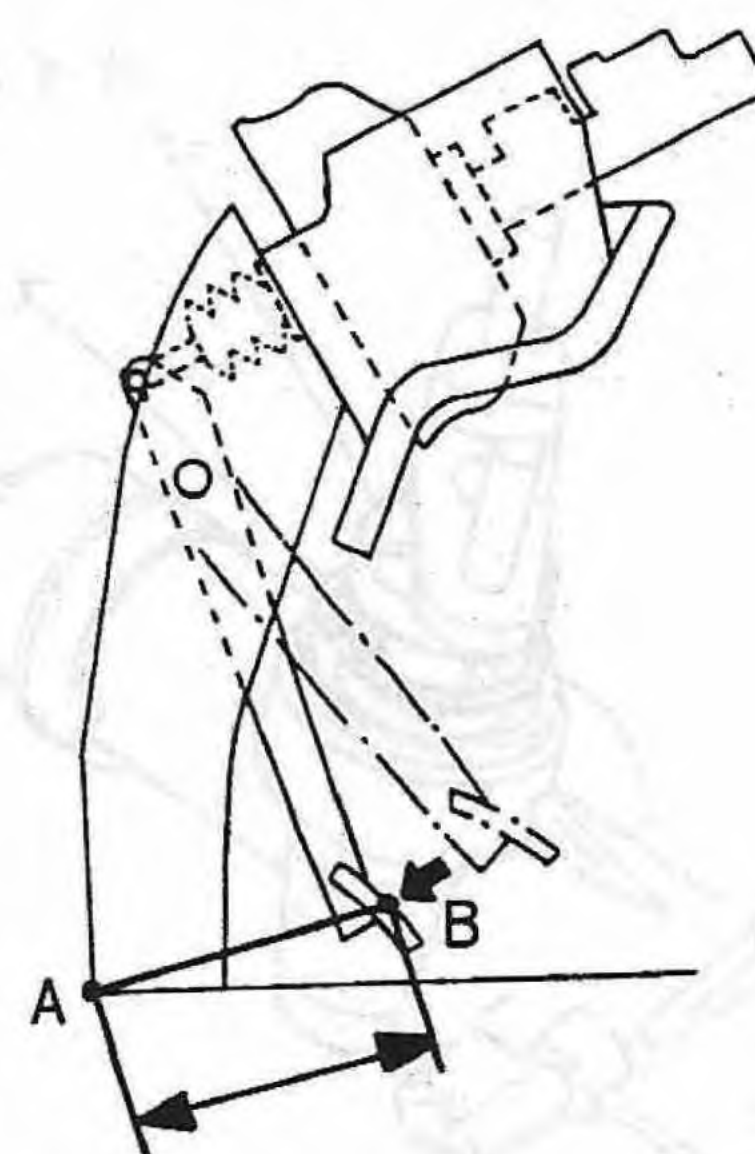

Fig. 2
- (1)エンジン始動後、ペダル踏力30kgで踏み込んだ時の、AB間(Fig. 2より)の寸法を測定する。